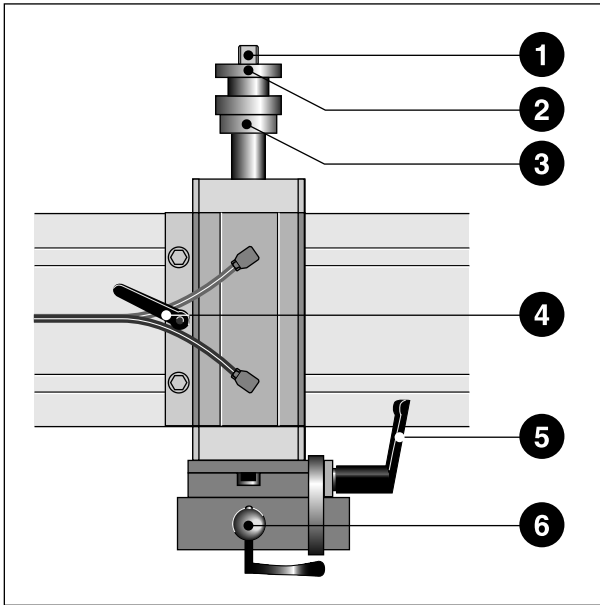

Bild 5-11. Vorrakelzylinder
Um das Sieb beim Absenken der Vorrakel nicht zu beschädigen, sollten Sie als Ausgangswert den Vorrakelhub - wie unten beschrieben - so einstellen, daß die Kontermutter (2, Bild 5-11) bei 15 mm auf der Skala (1) steht.
- * Lösen Sie an den Vorrakelzylindern die Kontermutter (2) und stellen Sie mit der Rändelmutter (3) den Vorrakelhub auf 15 mm ein.